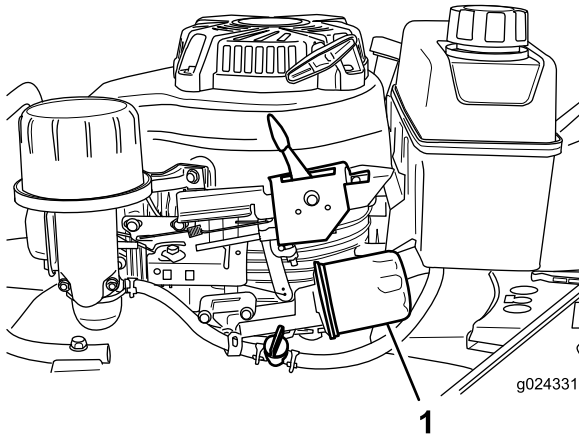

Figura 21
6. Mettete un panno sotto il filtro dell'olio (Figura 21) per raccogliere l'olio che fuoriesce mentre togliete il filtro.